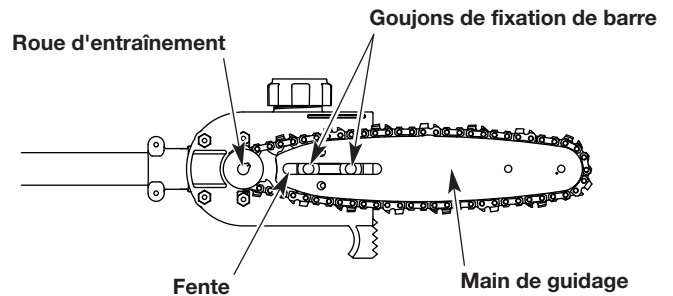

Fig. 12
- Passez la chaîne de la scie au-dessus de la roue d'entraînement (Fig. 12).
- Réglez la vis de tension de la chaîne pour permettre l'insertion de la tige de guidage. Installation de la tige de guidage. Les deux goujons de fixation de barre doivent faire saillie à travers la fente de la tige de guidage (Fig. 12).
- Installez le couvercle de la barre. Serrez la vis et deux (2) écrous de fixation de barre.